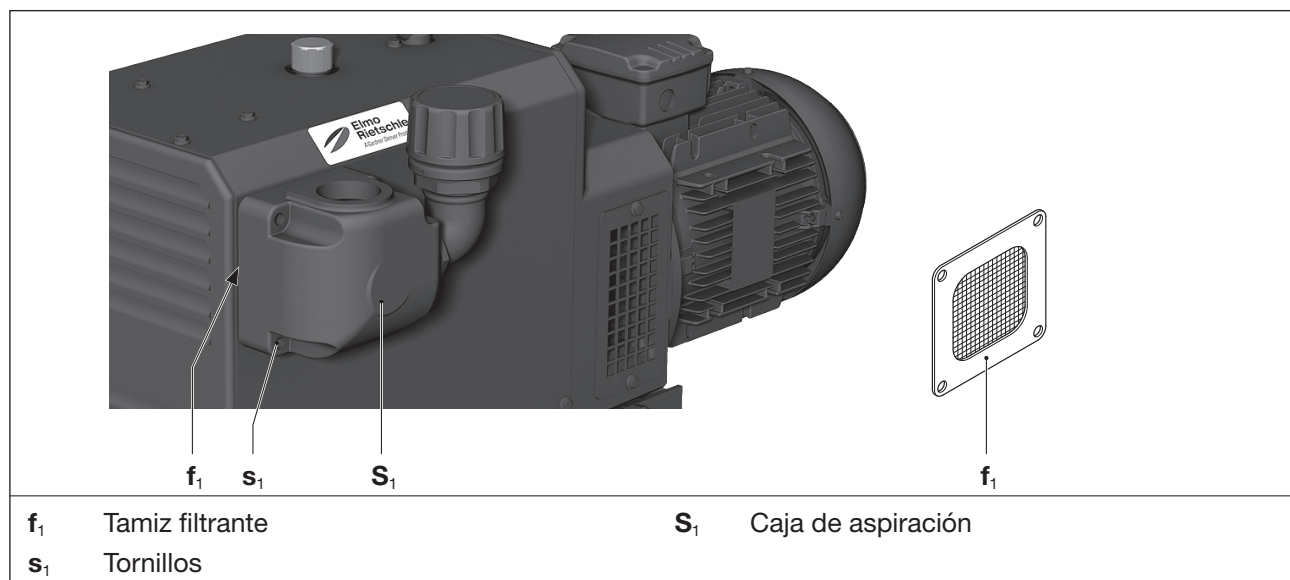

Fig. 9 Tamiz filtrante en caja de aspiración
- b) Aflojar los cuatro tornillos (Fig. 9/s₁) de la caja de aspiración (Fig. 9/S₁).
- c) Retirar la caja de aspiración (Fig. 9/S₁) y el tamiz filtrante (Fig. 9/f₁) de la bomba.